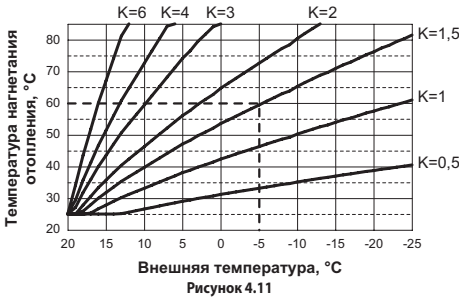

Рисунок 4.11
В котле установлено значение коэффициента К, равное нулю, на случай работы без подсоединенного датчика. Если к котлу ПОДСОЕДИНЕН пульт дистанционного управления (дополнительно), см. Рисунок 4.11.
Коэффициент К - параметр, повышающий или уменьшающий температуру на нагревании отопления при изменении внешней температуры. При установке внешнего датчика, необходимо установить данный параметр в зависимости от производительности системы отопления для оптимизации температуры нагревания (Рисунок 4.11).
Например, для обеспечения температуры нагревания системы отопления 60 °C при внешней температуре -5 °C, необходимо установить коэффициент К на 1,5 (пунктирная линия, см. Рисунок 4.11).
- Используя кнопку 1 или 2, можно просмотреть и/или изменить значение параметра 15 с минимум **01** до максимум **60** в зависимости от выбранной кривой коэффициента K, см. Рисунок 4.11 (на дисплее показано десятичное значение коэффициентов K). На дисплее появится надпись **"SET"** (Рисунок 4.14).